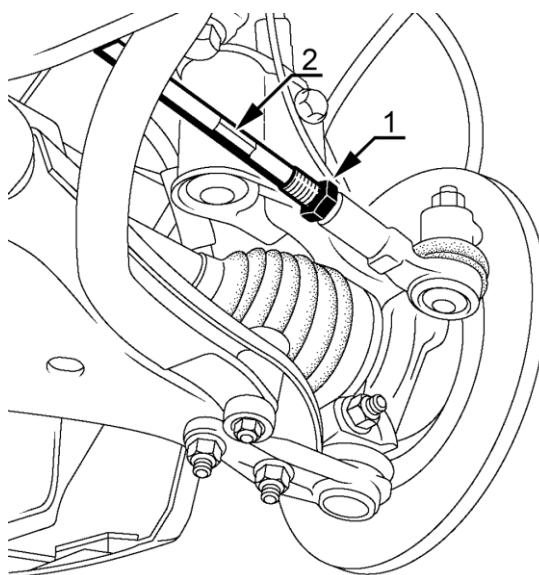

Рисунок 10 – Регулировка сходжения передних колес автомобилей LADA LARGUS R90 и F90:
6.2.2 Ослабить затяжку контргаек 1, рисунок 10, удерживая муфты 2 рулевых тяг ключом (ключи гаечные 13, 21).